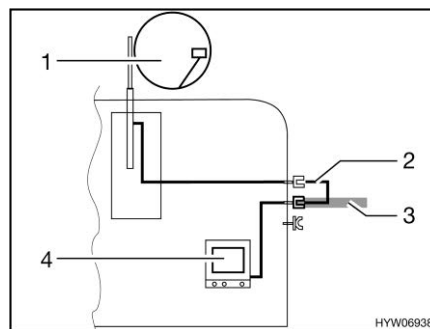

Fig. 151 TV nel veicolo
- TV nel veicolo (Fig. 151,4): Collegamento all'antenna del tetto (Fig. 151,1) con cavo di collegamento (Fig. 151,2)
- TV nel veicolo (Fig. 151,4): Collegamento a antenna esterna (Fig. 151,3)